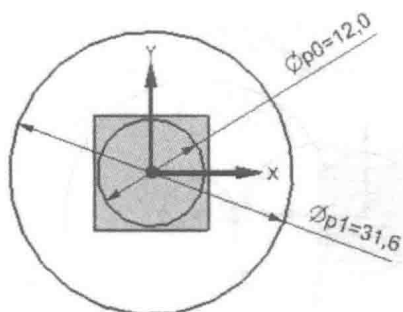

图 1-26
2) 以参考系原点为圆心，绘制直径为12和直径为31.6的同心圆，如图1-26所示。